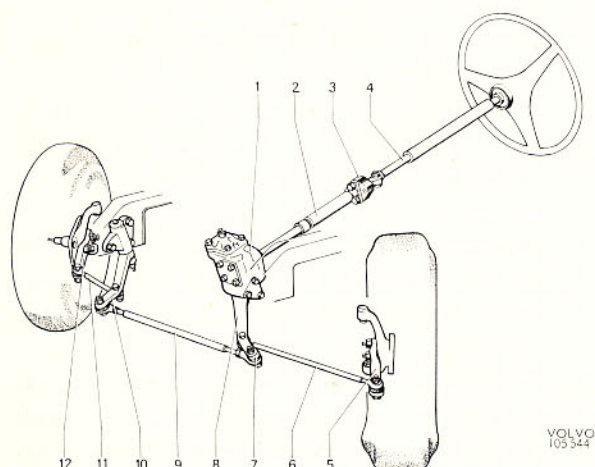
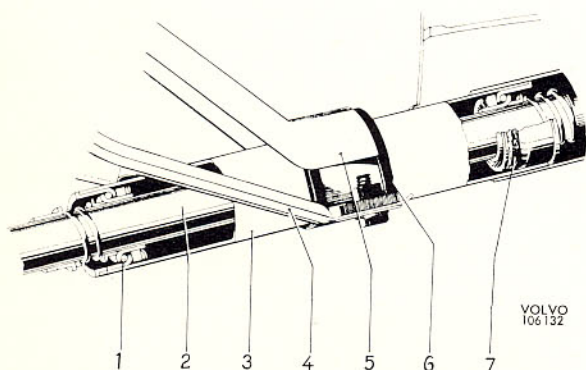
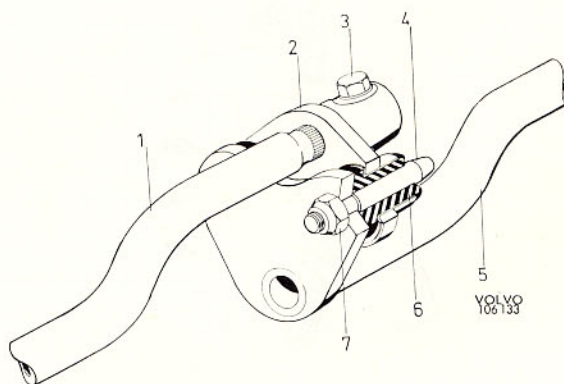

Bild 33. Styrinrättning
Bild 34. Rattaxellagring, 120
Bild 35. Säkerhetsanordning, 120
Styrinrättningens konstruktion framgår av bild 33. Rattens rörelser överförs till hjulen via rattaxeln (4), styrväxeln (1), pitmanarmen (8), parallellstaget (9), styrstagen (6 och 11) och styrarmarna (5 och 12).
Rattaxelns övre del är genom två kullager lagrade i ett ratt rör, vilket i sin tur genom gummibussningar och stag är fäst i karossen, se bild 34. En gummikoppling mellan rattaxel och styrväxel minskar eventuella vibrationer. På vagnar av senare utförande finns en säkerhetsanordning som tillåter axiell hoptryckning vid kraftig stöt. Därigenom elimineras risken att rattaxeln skjuts bakåt—uppåt vid frontal-krock. Denna anordning består för 120 av två medbringare (bild 35) förenade med gummibussningar. För 1800 består säkerhetsanordningen av ett bomförband med klämhylsa (2 bild 33).
Stagens kullader är plastfodrade, vilket gör underhållsmörjning obehövlig. Parallellstaget (9 bild 33) har utbytbara kullader (p-ändar) medan styxstagens (6 och 11) kullader är tillverkade i ett med staget. Styxarmarna (5 och 12) är skruvade till hjulspindlarna.